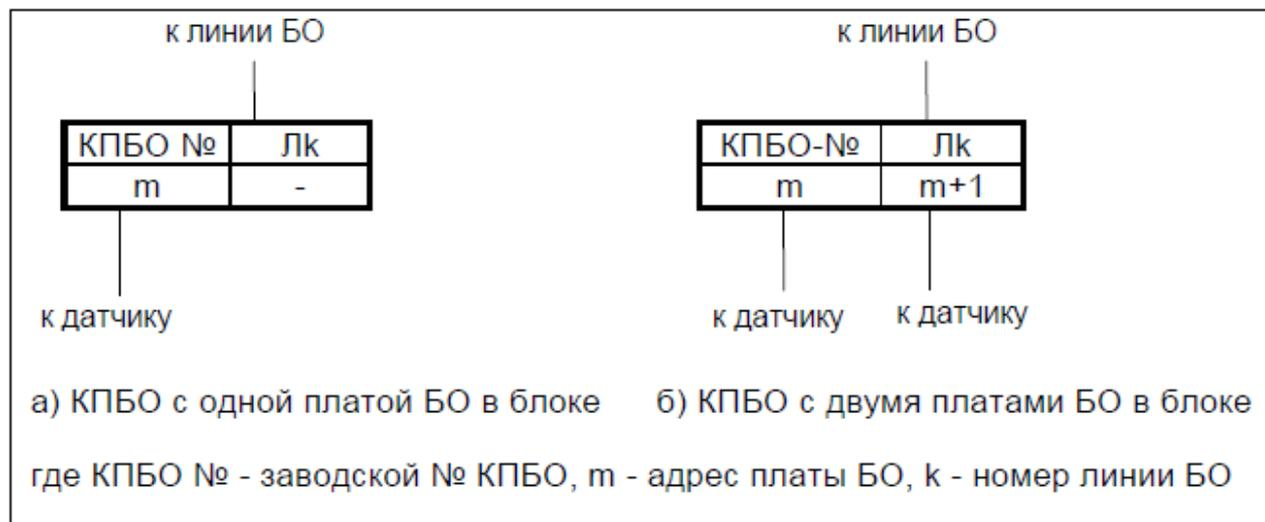

Рис. 6.2 – Условные обозначения КПБО
6.3.2 Изобразите на рисунке периметра КПБО, расположив их у приёмных устройств объектов. Условные обозначения КПБО должны соответствовать Рис. 6.2.